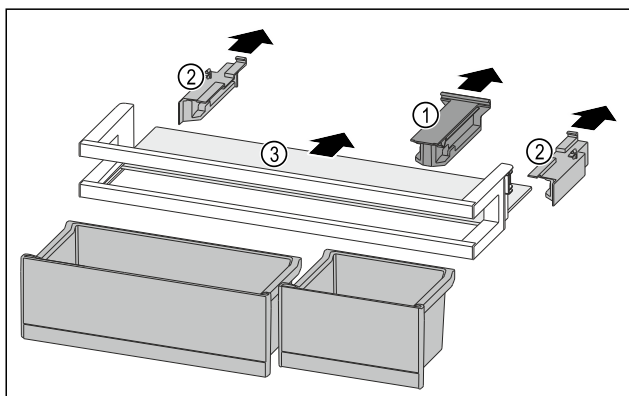

Fig. 222
- Halteteil Fig. 222 (1) abziehen.
- Seitenteile Fig. 222 (2) abziehen.
- Abstellfläche Fig. 222 (3) entnehmen.